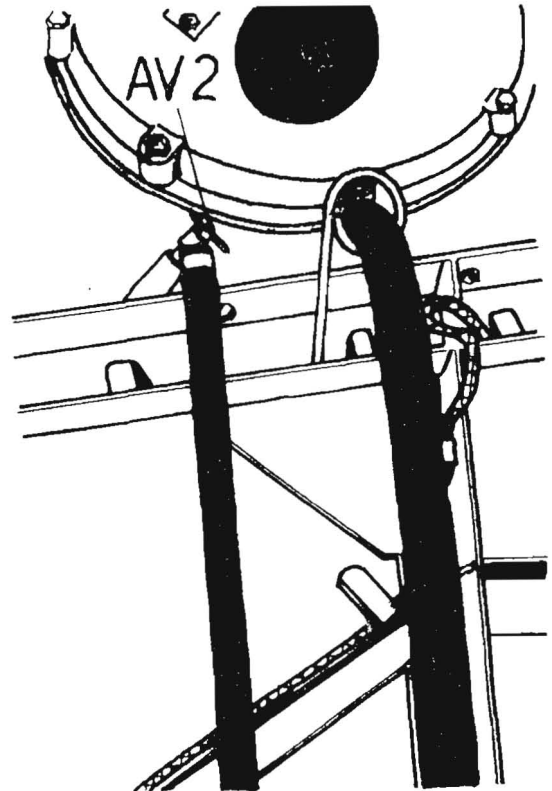

Bild 6/57
Beim Ablassen der Kühlflüssigkeit ist zu beachten, daß der Verschluß des Einfüllstuzens (ES) (Bild 6/54) zu öffnen ist.